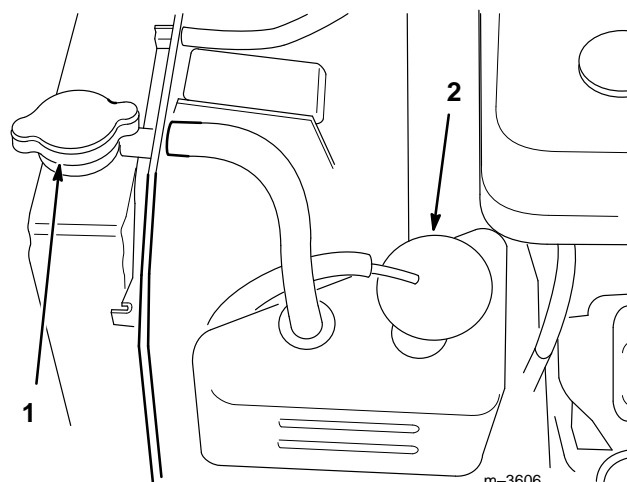

Abbildung 32
2. Den Kühlerdeckel und den Reservetankdeckel abnehmen (Abb. 32).